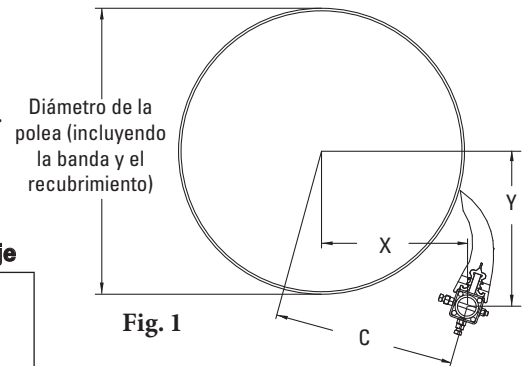

Fig. 1
1. Encuentre las especificaciones X, Y y C. Mida el diámetro de la polea (incluso la banda y el recubrimiento) (Fig. 1).